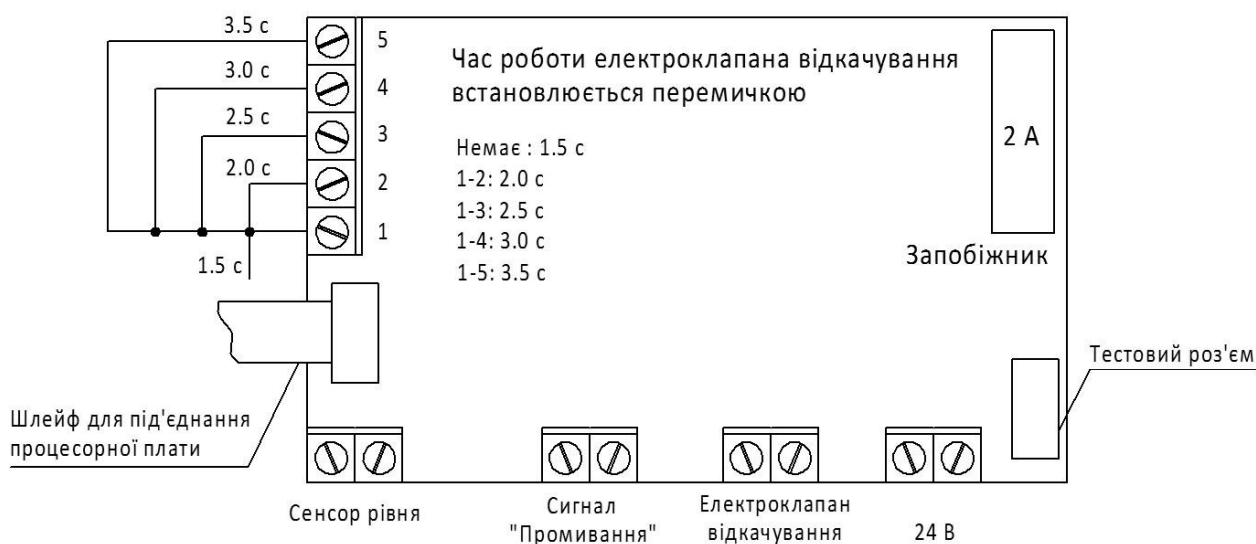

Рисунок 2 - Розташування клемників на силовій платі блока управління дозатором молока ДМ-02
1. Пристрій встановлюється біля дозатора, в місці, зручному для спостереження, підключення та обслуговування. Здійснити під'єднання усіх необхідних дротів до клемників, які розташовані на силовій платі пристрою. Розташування клемників на силовій платі пристрою наведено на рис. 2.
2. До клемних контактів «24 В» під'єднується напруга живлення, полярність під'єднання значення не має (рис. 2). Рекомендований тип кабелю ШВВП 2x0.75 ГОСТ 7399-80.
3. До клемних контактів «ЕЛЕКТРОКЛАПАН ВІДКАЧУВАННЯ» під'єднується електроклапан, який здійснює відкачування порції молока до молокопроводу, полярність під'єднання значення не має (рис. 2). Рекомендований тип кабелю ШВВП 2x0.75 ГОСТ 7399-80.
4. До клемних контактів «СЕНСОР РІВНЯ» під'єднується поплавковий сенсор рівня молока у приймальній камері дозатора, полярність під'єднання значення не має (рис. 2).
5. До клемних контактів «СИГНАЛ ПРОМИВАННЯ» під'єднується дріт, за допомогою якого до пристрою надходить сигнал «ПРОМИВАННЯ», який формується блоками управління автоматом промивання БУСП-1 або БУАП-04, або в ручному режимі (рис. 2). Полярність під'єднання значення не має, рекомендований тип кабелю ШВВП 2х0.75 ГОСТ 7399-80.
7. Перед запуском пристрою в роботу необхідно експериментально підібрати час спрацьовування електроклапана відкачування. Це той час, за який електроклапан буде здійснювати скидання порції молока в молокопровід після надходження сигналу від сенсора рівня. Для цього потрібно встановити перемичку у спеціальні клемні з'єднувачі, які розташовані у верхньому лівому куті силовій платі пристрою (рис. 2).
Якщо не встановлювати перемичку у вищевказані клемні контакти (рис. 2), то час відкачування порції молока буде дорівнювати 1.5 секунди;
Якщо за допомогою перемички з'єднати клемні контакти з номерами 1 та 2 (рис. 2), то час відкачування порції молока буде дорівнювати 2 секунди;
Якщо за допомогою перемички з'єднати клемні контакти з номерами 1 та 3 (рис. 2), то час відкачування порції молока буде дорівнювати 2.5 секунди;
Якщо за допомогою перемички з'єднати клемні контакти з номерами 1 та 4 (рис. 2), то час відкачування порції молока буде дорівнювати 3 секунди;
Якщо за допомогою перемички з'єднати клемні контакти з номерами 1 та 5 (рис. 2), то час відкачування порції молока буде дорівнювати 3.5 секунди;
Якщо не встановлювати перемичку у спеціальні клемні з'єднувачі, які розташовані у верхньому лівому куті силовій платі пристрою (рис. 2), то час відкачування порції молока буде дорівнювати 2.5 секунди;
Якщо за допомогою перемички з'єднати клемні контакти з номерами 1 та 2 (рис. 2), то час відкачування порції молока буде дорівнювати 3 секунди;
Якщо за допомогою перемички з'єднати клемні контакти з номерами 1 та 3 (рис. 2), то час відкачування порції молока буде дорівнювати 3.5 секунди;
Якщо за допомогою перемички з'єднати клемні контакти з номерами 1 та 4 (рис. 2), то час відкачування порції молока буде дорівнювати 4 секунди;
Якщо за допомогою перемички з'єднати клемні контакти з номерами 1 та 5 (рис. 2), то час відкачування порції молока буде дорівнювати 5.5 секунди.